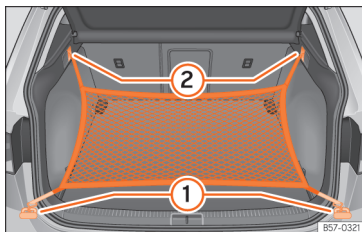

Fig. 124 Na bagageira: argolas (1) e ganchos (2) para fixar o saco de rede.
- Fixe os ganchos curtos da rede nas argolas de fixação »» Fig. 124 (1) »» ⚠. O fecho de correr do saco deve ficar voltado para cima.
- Fixe as fitas nos ganchos para prender sacos (2).